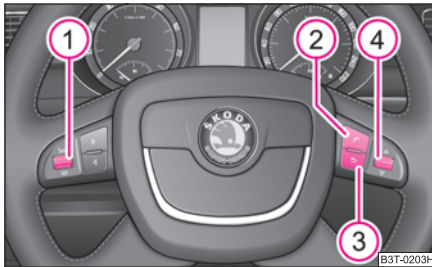

Abb. 142 Multifunktionslenkrad: Bedientasten für das Telefon
Die Sprachbedienung des Telefons wird durch Drücken der Taste PTT am Multifunktionslenkrad aktiviert ⇒ Seite 143, Abb. 142.
Damit der Fahrer beim Bedienen des Telefons möglichst wenig vom Verkehrsgeschehen abgelenkt wird, sind am Lenkrad Tasten für die einfache Bedienung der Grundfunktionen des Telefons angebracht ⇒ Abb. 142.
- Drücken Sie die Taste PTT **1** ⇒ Seite 143, Abb. 142.